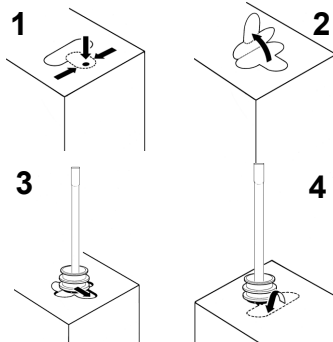

Bild 1
- 1 - Den perforierten Kreis im Karton eindrücken (1). Die Lasche hochziehen (2). Auslaufstutzen mit dem Ausgabeschlauch an der breitesten Stelle der entstandenen Öffnung her-ausziehen und in den zuerst eingedrückten Teil der Öffnung hineinschieben (3). Fixieren des Auslaufstutzens durch Wieder-einfügen der Lasche (4) (Bild 1).